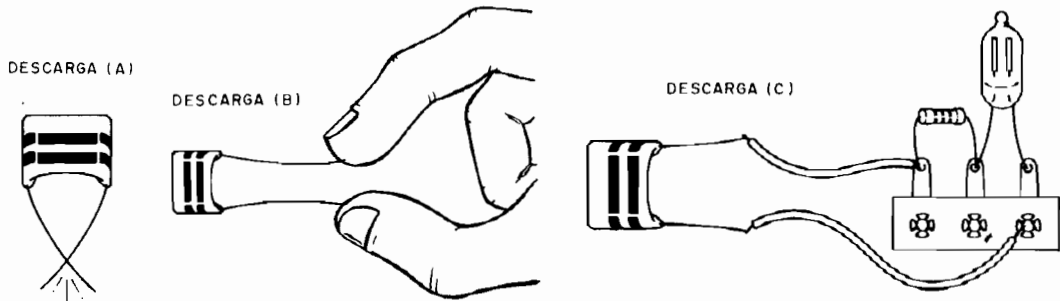

figura 11
b) Segurando ao mesmo tempo nos dois terminais, como mostra a figura 11, a descar-